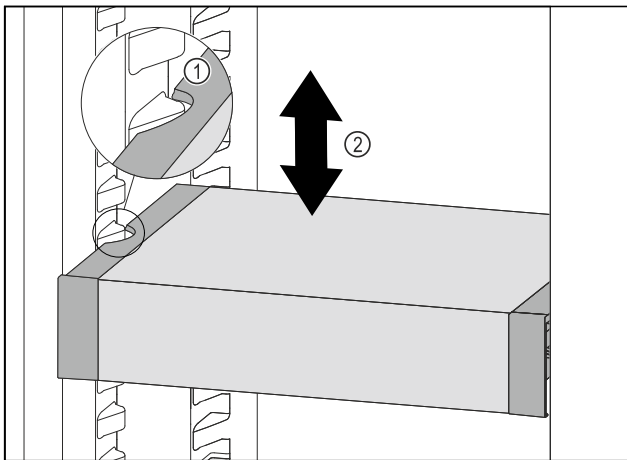

Fig. 109
- VarioSafe nach vorne ziehen, bis sich die seitlichen Aussparungen des VarioSafes auf Höhe der Behälterrippe im Kühlteil befinden. Fig. 109 (1)
- VarioSafe im Kühlteil nach oben oder unten bewegen, bis gewünschte Höhe erreicht ist. Fig. 109 (2)